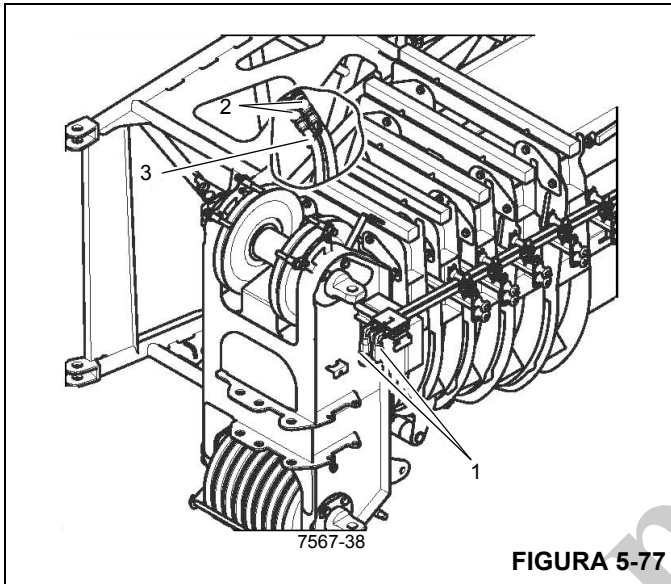

FIGURA 5-77
1. Retire las mangueras (2, Figura 5-77) de las conexiones (1).
2. Tape las mangueras y conexiones (1) con las tapas protectoras.
3. Fije las mangueras en el soporte (3) de la sección de la base de la extensión de la pluma.